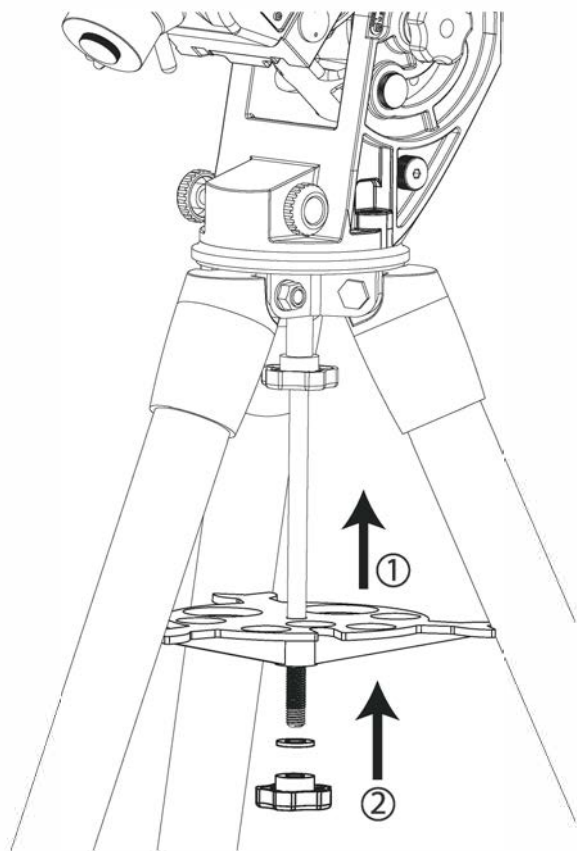

Рис. 1.3a
1. Поместите снизу на центральный винт-фиксатор полочку для аксессуаров до положения, при котором полочка упирается во все три опоры треноги. Установите на винт-фиксатор шайбу и гайку, и закрутите гайку для фиксации полочки для аксессуаров (рис. 1.3a).